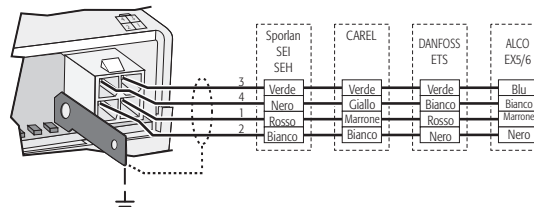

Fig. 3.4
- Valvola:** Collegare la valvola secondo la tipologia impostata nel parametro "Valve type" (Fig. 3.4).